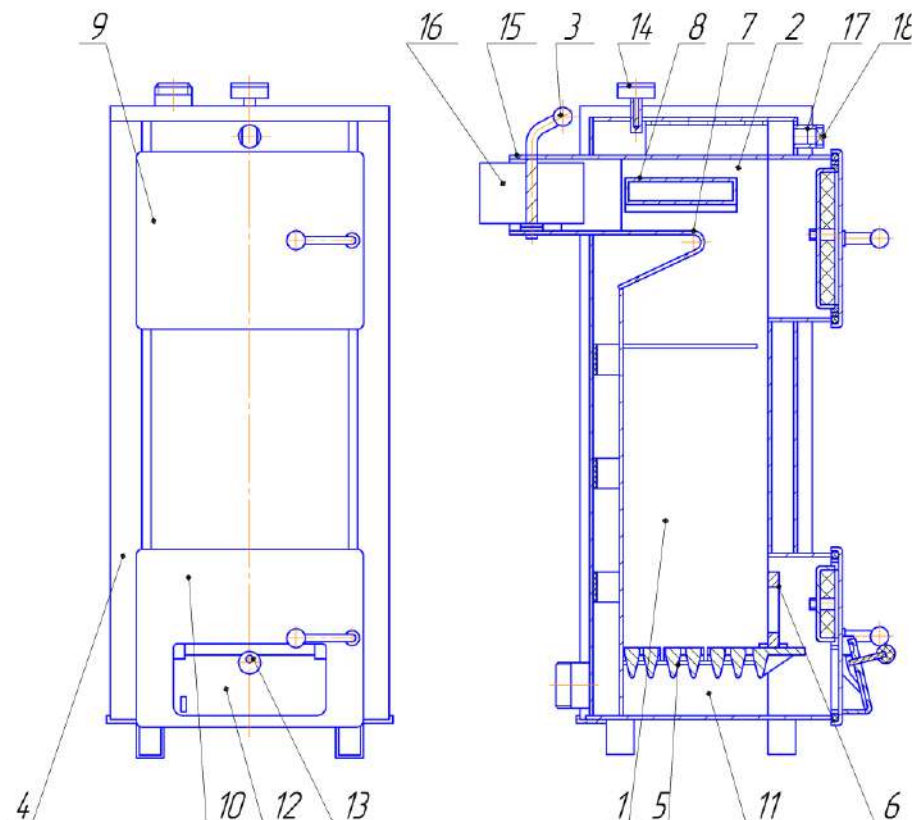

Рисунок 5.1 - Устройство котла для работы на твердом топливе.
5.1 Котёл отопительный водогрейный стальной (рисунок 5.1) представляет собой сварную конструкцию прямоугольной формы, состоящую из топки 1, конвективного газохода 2 и кожуха 4. В нижней части топки устанавливают колосники 5 с шуровочным щитком 6. Для более полного омывания поверхности нагрева продуктами сгорания задняя стенка топки в верхней части выполнена в виде теплопоглощающего козырька 7.
1) снимается нижняя дверца котла 10 и вынимаются из топки колосники 5 и шуровочный щиток 6 (см. рисунок 5.1);
вместо заглушки на штуцер 17 (рисунок 5.1). Штуцер имеет внутреннюю резьбу G3/4 и может быть расположен в боковой стенке котла. Для присоединения нижней части цепочки регулятора тяги в регулировочной двери 12 предусмотрена пластина с отверстием. Устанавливать и эксплуатировать регулятор тяги необходимо после внимательного изучения руководства по эксплуатации (инструкции) данного регулятора.